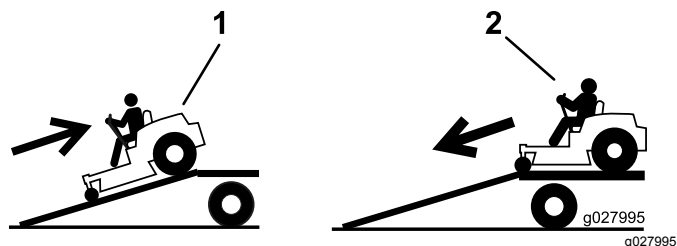

Рисунок 39
4. Перемещайте машину задним ходом при движении вверх по наклонному въезду (Рисунок 39).
2. Перемещайте машину передним ходом при движении вниз по наклонному въезду (Рисунок 39).